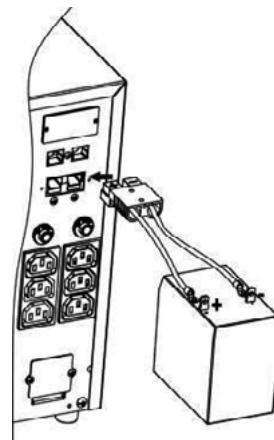

Рисунок 2. Подключение внешнего АКБ к ИБП
- **Вставьте разъем в ИБП, соблюдая полярность (см. рисунок 2)**